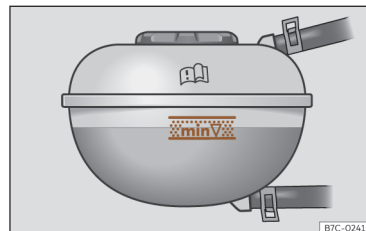

Fig. 209 No compartimento dianteiro:
- Com o motor a frio, verifique o nível do líquido de refrigeração nas marcas laterais do depósito de expansão >>> **Fig. 209**. O nível do líquido de refrigeração deverá encontrar-se entre as marcas.
- O nível do líquido de refrigeração deve encontrar-se dentro das marcas gravadas no depósito de expansão >>> **Fig. 209. Nunca exceda o limite superior da zona assinalada** >>> .
- Ao adicionar líquido de refrigeração, não exceda a borda superior da zona assinalada >>> **Fig. 209.** Caso contrário, quando a temperatura sobe, o líquido restante será expulso do sistema de refrigeração do motor e pode causar danos.